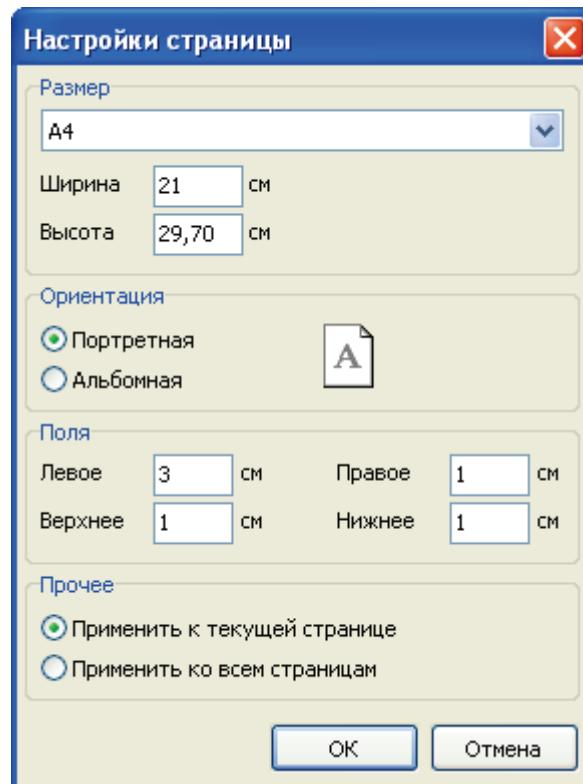

Рисунок 24 – Окно настройки параметров страницы.
- кнопка «Свойства страницы». Открывает окно настройки параметров страницы (Рисунок 24), с помощью которого можно задать основные свойства страницы для печати.